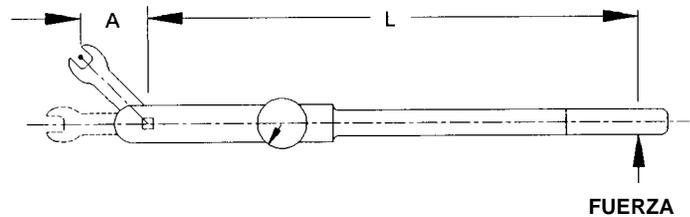

FIGURA 1-11: LLAVE TORSIOMETRICA CON ADAPTADOR EN CUALQUIER ANGULO
9. La relación del par de apriete real en el sujetador con aquel en el cuadrante de la llave es una función del largo del adaptador y su posición en relación al brazo de la llave torsiométrica y el punto donde se aplica la fuerza (ver la figura 1-11).